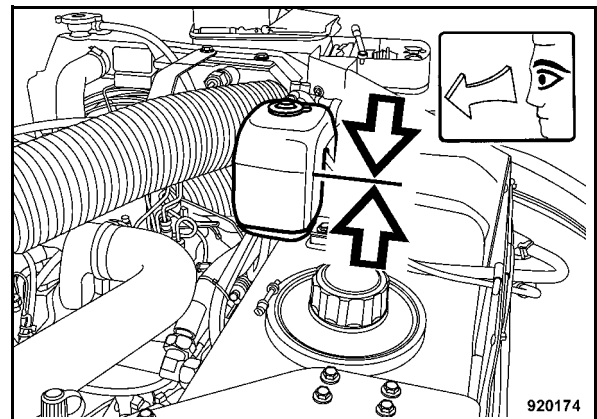

Fig. 90
- Comprobar el nivel del líquido refrigerante en el depósito compensador (Fig. 90).